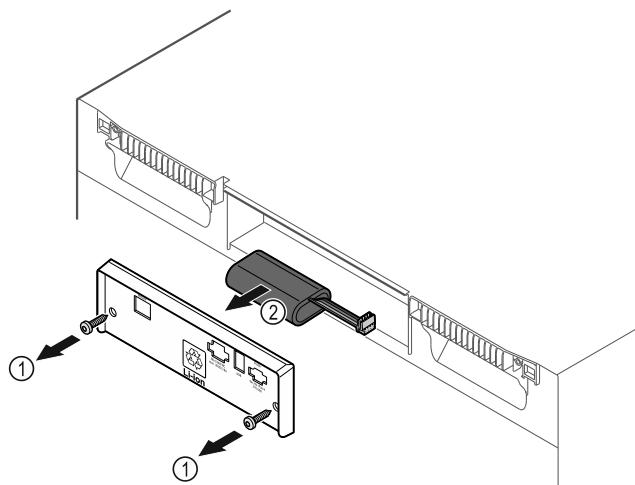

Fig. 235
- Развийте винтовете и свалете капака на гърба на уреда Fig. 235 (1).
- Изключете и извадете батерията Fig. 235 (2).